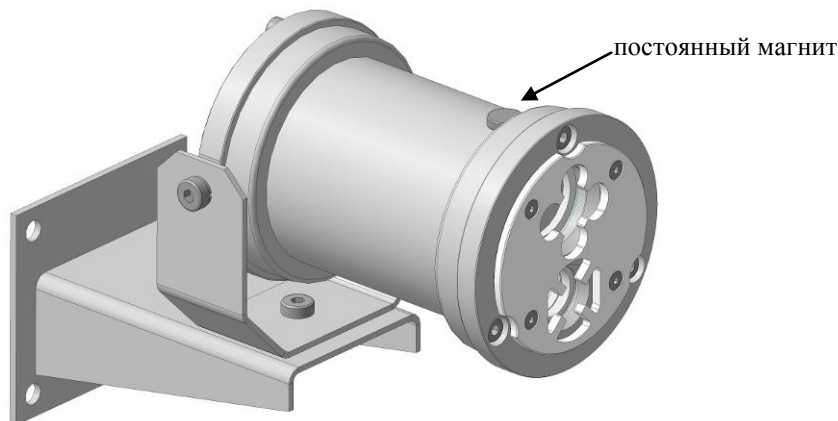

Рисунок 5 – Место поднесения постоянного магнита
Командой «Программирование адреса устройства» можно задать адрес извещателя независимо от того, какой ему адрес присвоен на данный момент. Это может быть использовано в случае ошибочного назначения одинаковых адресов двум и более устройствам. Для этого с пульта или компьютера подать команду на программирование требуемого адреса. После чего в течение не более 5 минут к извещателю, который находится в дежурном режиме, поднести постоянный магнит к обозначенному месту, рисунок 5. При этом светодиод извещателя переходит в режим непрерывного свечения. На пульте или компьютере отобразятся события о потере связи с устройством по старому адресу и о восстановлении связи с устройством по новому адресу. Если устройства имели одинаковый адрес, то сообщений о потере связи по старому адресу не будет.
2.5.4 Упрощённый контроль функционирования извещателя (без проверки оптической части) можно осуществить путём поднесения постоянного магнита к извещателю (см. рисунок 5). ПКУ «С2000М» или АРМ «Орион Про» должен выдать сообщение «Тест» или «Пожар», в зависимости от режима тестирования. Упрощённый контроль работает, начиная с «С2000-КДЛ» версии 2.15 и «С2000-КДЛ-2И» v.1.15.